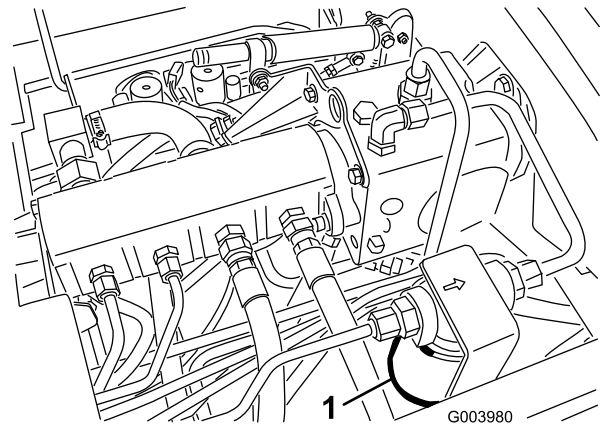
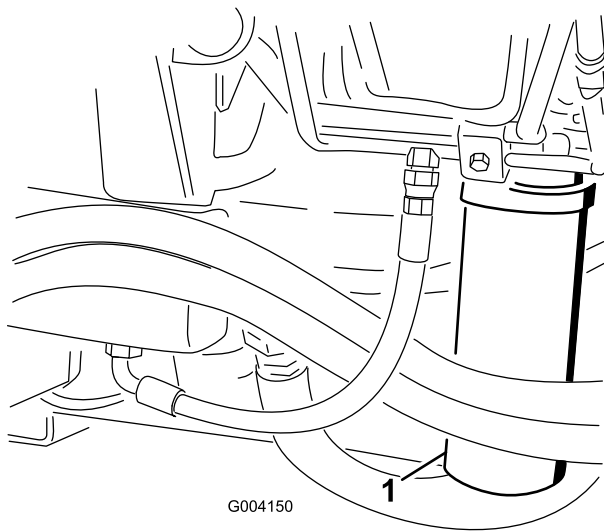

Bild 70
Bild 71
2. Reinigen Sie den Bereich um den Filterbefestigungsbereich und stellen Sie eine Auffangwanne unter den Filter (Bild 70) und (Bild 71).